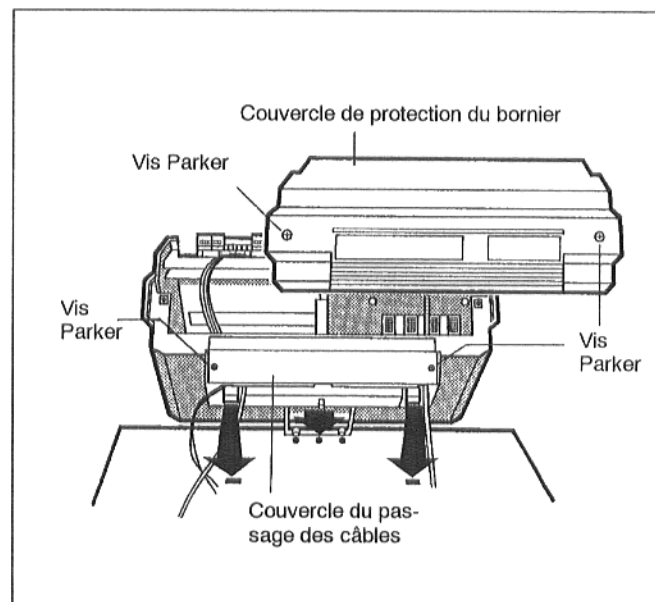

Fig. 15 Représentation de la structure
- Enlever les deux vis Parker du couvercle de protection du bornier et retirer le couvercle (Fig. 15).
- Placer l'appareil de régulation de sorte que les ergots d'emboîtement avant s'emboîtent dans les fentes oblongues puis le tirer vers l'avant et le faire basculer vers l'arrière jusqu'à ce que les 2 ergots élastiques s'enclenchent à droite et à gauche (flèches - Fig. 15).
- Poser le couvercle du bornier et le fixer à l'aide de deux vis Parker (Fig. 15).